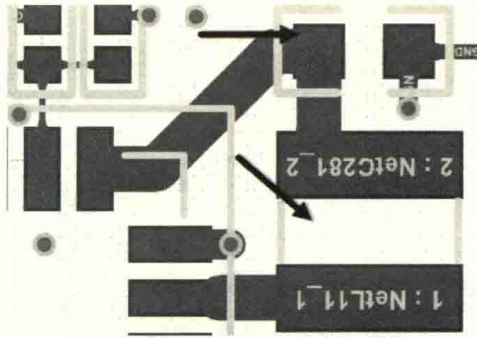

图 14-45 电感与电容的放置
(6) 模块的 VBAT 和 VDDIO 的电源脚 4.7 $\mu$ F 去耦电容 C272、C283 需靠近模块放置，并尽可能与模块摆放于同一平面。模块内部电源的电感 L12 和电容 C286 需靠近模块放置，走线线宽大于 15mil，如图 14-45 所示。